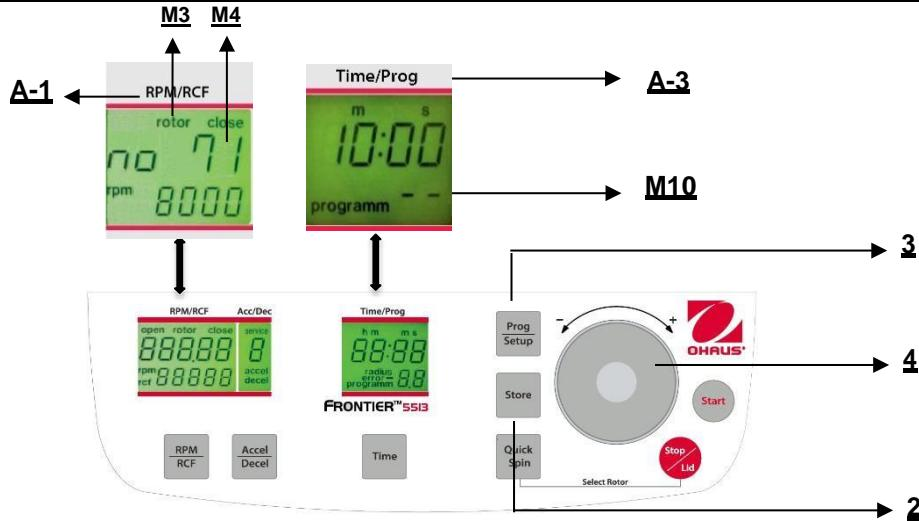

Figure. 22
Pour rappeler des programmes mémorisés, appuyer sur la touche "Prog/Setup" (3) (voir la figure 22) alors que le couvercle est déjà fermé. Sur l'affichage "Time/Prog" (A-3), le mot "programm -" (M10) apparaît. Le numéro de programme désiré peut être présélectionné avec le cadran de réglage (4).
Pour quitter le mode de programmation, appuyer simplement sur la touche "Prog/Setup" (3) (voir la figure 22). Sur l'affichage "Time/Prog" (A-3), le mot "programm" (M10) apparaîtra.